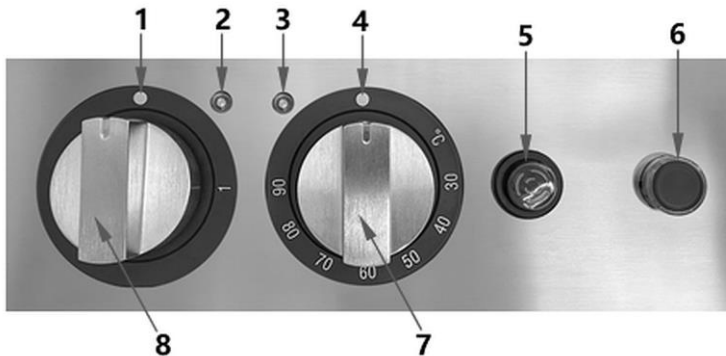

Abb. 4
Die Wasserzulaufleitung muss mit einem Absperrventil (Abb. 4) an die Wasserversorgung angeschlossen werden, das leicht geschlossen werden kann, wenn das Gerät nicht in Gebrauch ist oder gewartet werden muss.
- füllen Sie das Becken durch Drücken der Wasserzufuhr-Taste (5, Abb. 4) mit Wasser auf und geben Sie etwas Reinigungsmittel hinzu;
- lassen Sie das Wasser durch Drücken der Wasserablass-Taste (6, Abb. 4) aus dem Becken ab,
- schalten Sie das Gerät aus, indem Sie den Hauptregler (8) in die AUS-Position (1) und den Temperaturregler (7) in die AUS-Position (4) drehen.
3. Füllen Sie durch Drücken der Wasserzufuhr-Taste (5) frisches Trinkwasser in das Becken, bis der erforderliche Stand erreicht ist. Beachten Sie die MIN und MAX-Markierungen im Becken.
Das Gerät wird über den Hauptdrehregler (8, Abb. 4) eingeschaltet, indem dieser auf die Position „1“ gedreht wird.
- drücken Sie die rote Wasserablass-Taste (6, Abb. 4), um den Inhalt des Beckens abzulassen.
1. Wenn Sie das Gerät nicht mehr benutzen, drehen Sie den Temperaturregler (7, Abb. 4)auf die AUS-Position (4).
2. Drehen Sie den Hauptdrehregler (8) auf die AUS-Position (1).